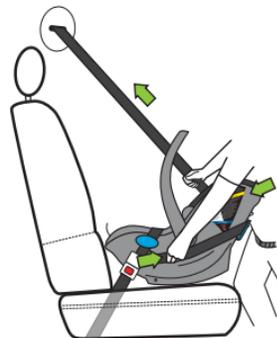

Figure 80
- Utilisez votre corps pour pousser le porte-bébé contre le dossier du siège du véhicule et le faire bouger tout en tirant sur la ceinture d'épaule pour éliminer le mou, comme le montre la **Figure 80**.